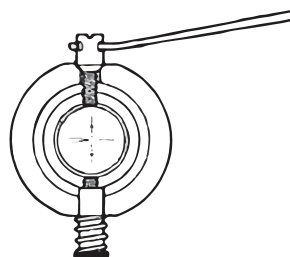

Рисунок 11
Снимите защитный колпачок окуляра (12). Поворачивайте юстировочный винт с помощью шпильки (рис. 11) до тех пор, пока значения  $b_2'$  и  $b_2$  не станут одинаковыми. Снова наденьте защитный колпачок окуляра.